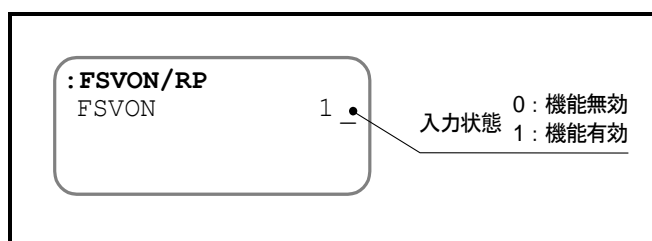

図 7-26：機能モニタの表示例
- たとえば、「図 7-26：機能モニタの表示例」の例では **SVON 入力：サーボオン** の入力状態をモニタしています。仮に **SVON 入力** が B 接点であったとしても、「1」でサーボオン入力があることを示しています。